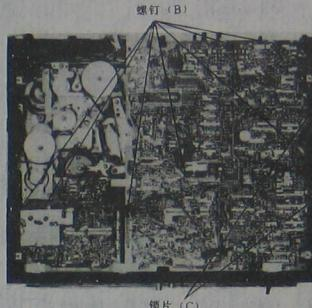

图 1-11 拆卸主电路板和磁头放大器/亮度 (2) 电路板
(3) 参看图 1-11, 旋出 8 个螺钉 (B), 小心地拨开两个锁片 (C)。然后, 小心地打开主电路板和磁头放大器/亮度 (2) 电路板。